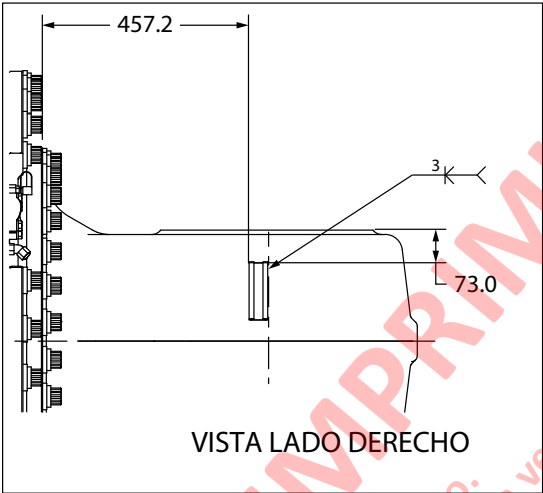

FIGURA 3-28. MEDICIÓN DEL CANAL DE LA ABRAZADERA
- 2. Compruebe la ubicación de los canales de la abrazadera. Mida el borde superior trasero del canal y la superficie superior del husillo. Compruebe la distancia desde la superficie trasera del canal de la abrazadera hasta la cara trasera de la brida del husillo, como se muestra en la Figura 3-28.